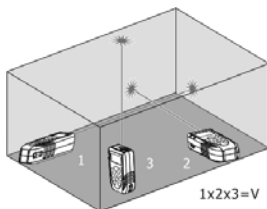

Fig. 6: Ejemplo de medida de Volumen
3. Pulse la tecla  para realizar la primera medida (longitud) de la superficie (vea Fig. 6). El valor correspondiente se inserta en la primera pantalla parcial. El símbolo  se muestra con el lado "1" parpadeante
4. Pulse nuevamente la tecla  para realizar la segunda medida (anchura) de la superficie (vea Fig. 6). El valor correspondiente se inserta en la segunda pantalla parcial. El valor del área correspondiente se muestra en la pantalla resultante. El símbolo  se muestra con el lado "2" parpadeante
5. Pulse otra vez la tecla  para realizar la tercera medida (altura) (vea Fig. 6). El valor total del volumen se muestra en la pantalla resultante pantalla principal